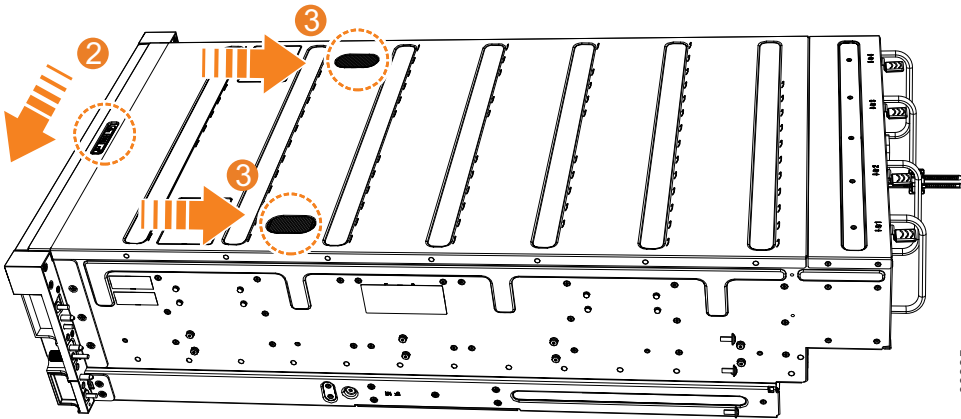

図 69. 2145-92F 上部カバーの再取り付け
2. 85 ページの図 69 に示すように、カバー解放レバー ( **2** ) を側面の方へ押します。
3. 85 ページの図 69 に示すように、カバーが止まるまで、エンクロージャーの背面方向へスライドさせます ( **3** )。